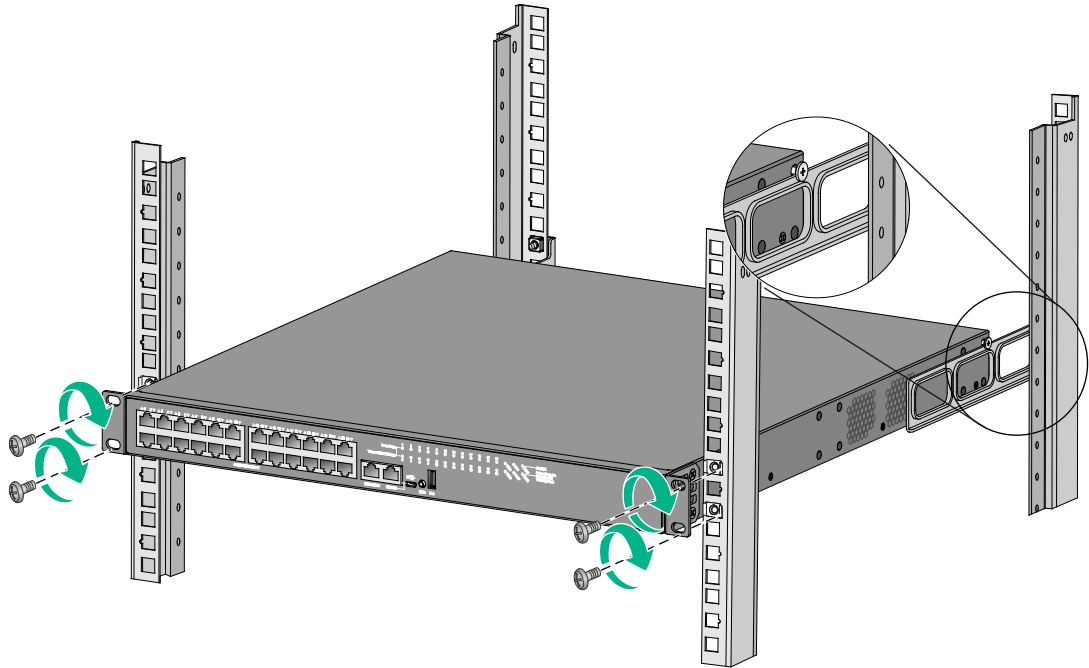
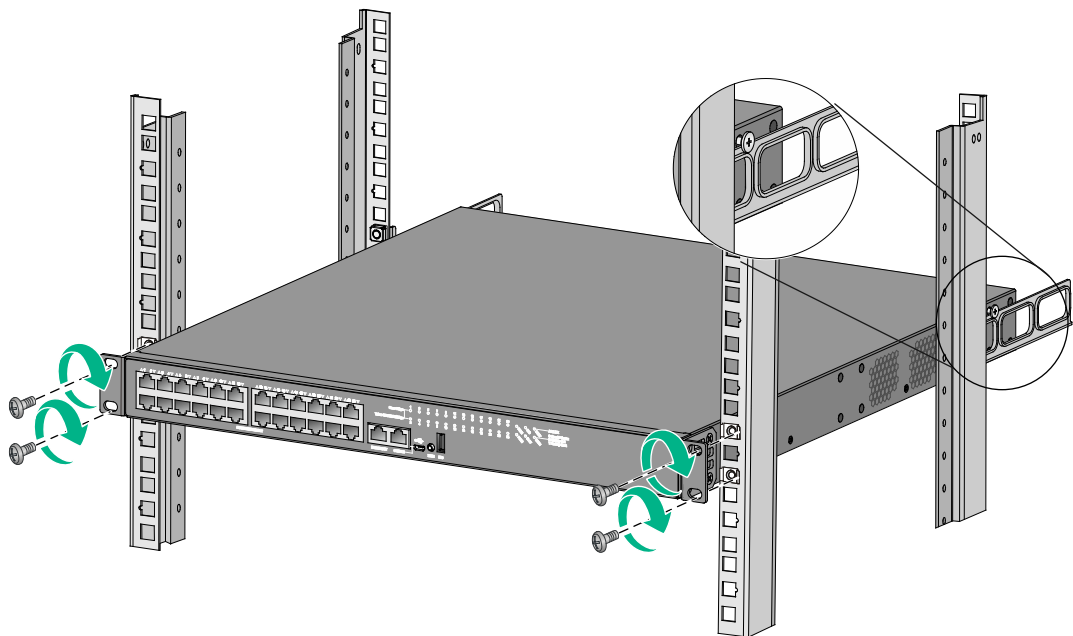

図 3-14 装置のラックへの取り付け例（リア側内向き）
図 3-15 装置のラックへの取り付け例（リア側外向き）
- 3) 一人が片手で筐体の底部を支え、もう一方の手で筐体の前面部分を保持し、ゆっくりとラックに筐体を押し込みます。図 3-14 または図 3-15 に示すように、リア側フランジネジが密接にリア側フランジ上部の縁に接触していることを確認してください。